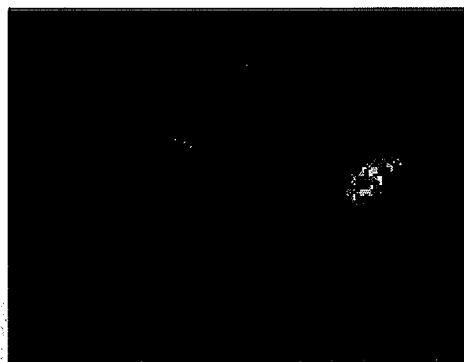

Figura 14
**PRECAUCIÓN:** Compruebe que el agua o la solución no ingresen por la abertura hacia el motor de vacío. Consulte la figura 14.